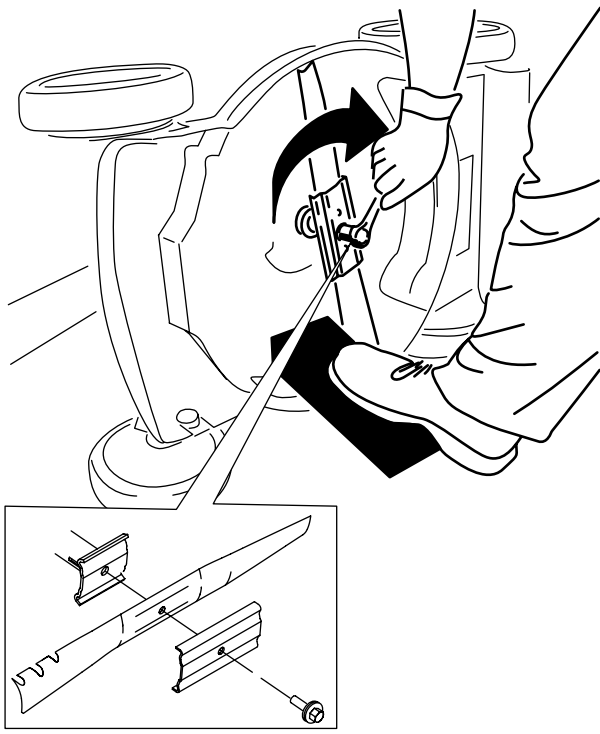

Figura 25
- Instale la cuchilla nueva y todos los herrajes de montaje (Figura 25).